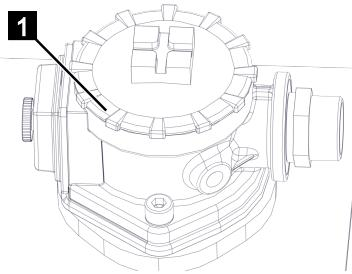

Abb. 248
6. Deckel vom Hydraulikfilter wieder einschrauben (Abb.248/1).